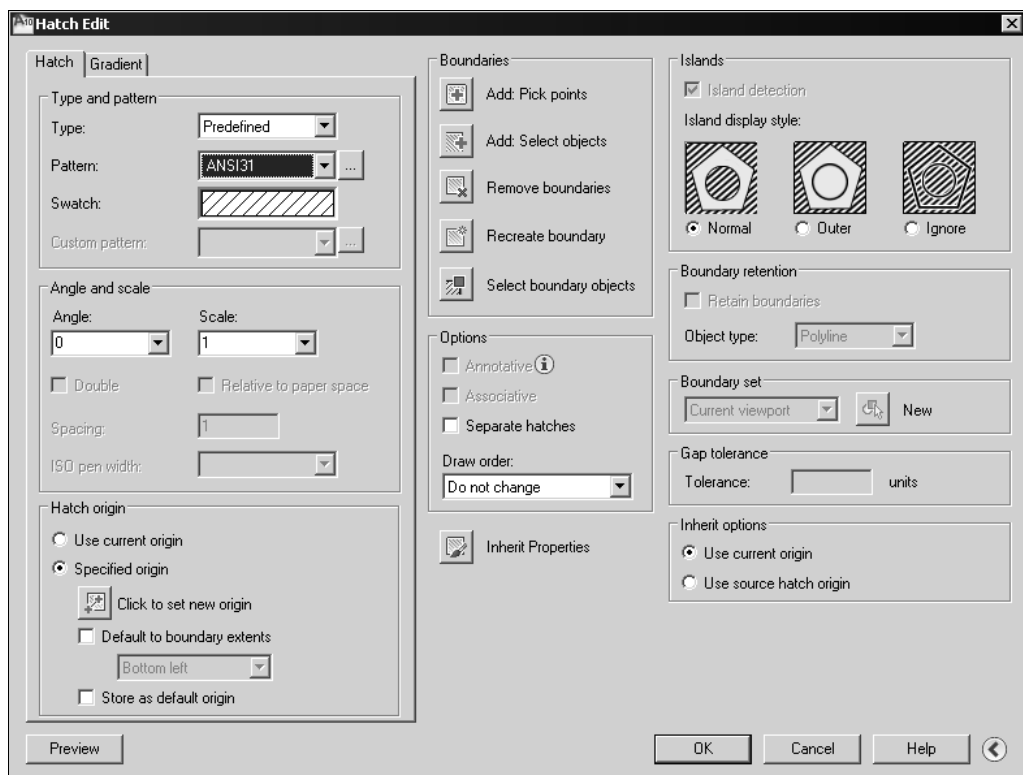

Рис. 10.15. Диалоговое окно для настройки редактирования штриховки
2. Выберите редактируемую штриховку. Появится диалоговое окно (рис. 10.15) **Hatch Edit** (Редактирование штриховки). По внешнему виду окно похоже на диалоговое окно создания штриховки.